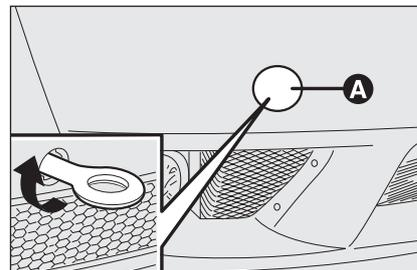

fig. 56
- rimuovere il tappo **A-fig. 56** inserito a pressione sul paraurti anteriore. Per questa operazione, nel caso si utilizzi il cacciavite in dotazione con lama a punta piatta, occorre proteggere la punta stessa con un panno morbido, al fine di evitare l'eventuale danneggiamento della vettura.